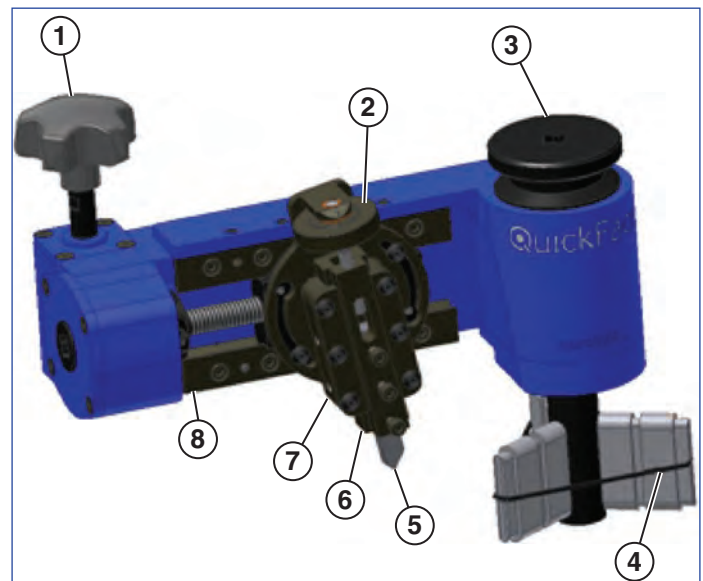

Figuur 2
De spilkop bestaat uit alle onderdelen benodigd voor de montage van de QuickFace in de inwendige pijp. De instelbare en stapelbare vulplaatjes zijn nodig om de QuickFace in de pijp te klemmen en in de juiste positie te houden. De O-ring dient om de vulplaatjes op hun plaats te houden op de spilkop (**zie figuur 2**).
2. Plaats de vulplaatjes en tussenplaatjes (indien nodig) in de sleuven op de spilkop-as (spantang). Zorg ervoor dat de schuine zijde van de spantang overeenkomt met de schuine zijde van de vulplaatjes (zie **figuur 2** voor juiste vulplaatposities).